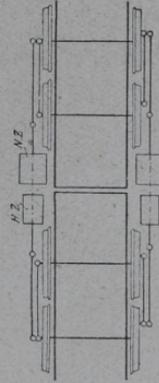

Abb. 262. Meyer-Triebwerk.
- β) Bauart „Meyer“ (Abb. 262): zwei Dampfdruckgestelle. Zwei um je einen Zapfen drehbare Antriebsgestelle. Zwei Hochdruckzylinder außen am hinteren, zwei Niederdruckzylinder außen an dem rückwärtigen Ende des vorderen Drehgestellrahmens, d. h. Zylinder „zueinander“ angeordnet.